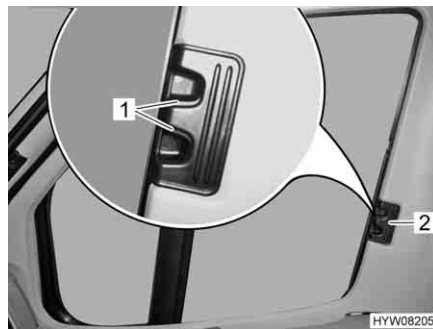

Fig. 40 Estore opaco plissado para as janelas do condutor/passageiro
- Empurre os estores opacos plissados da janela do condutor e da janela do passageiro pelo o manípulo (Fig. 40,2) até ao encosto.
- Faça encaixar os manípulos de desbloqueio (Fig. 40,1).